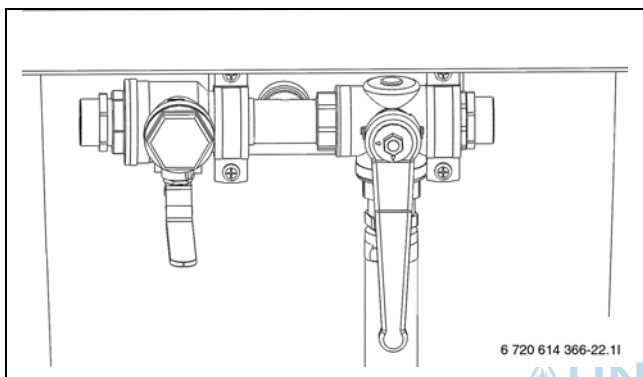

Bild 19 Befüllstation in Mischposition
- Ventile der Befüllstation auf Mischposition stellen (→ Bild 19).